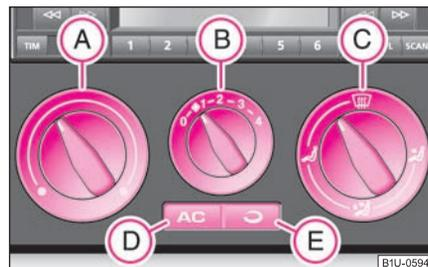

Fig. 101 Climatiseur: Eléments de commande
Le climatiseur ne se met alors en marche que si la commande **AC** ⇒ fig. 101 **D** est enfoncée et si les conditions ci-après sont remplies:
- Faites tourner le régulateur rotatif **A** ⇒ fig. 101 vers la droite pour augmenter la température.
- Appuyez sur la touche **(AC)** **(D)** ⇒ page 89, fig. 101. Le témoin s'allume dans la touche.
- Appuyez sur la touche => page 89, fig. 101 - le témoin s'allume dans la touche.